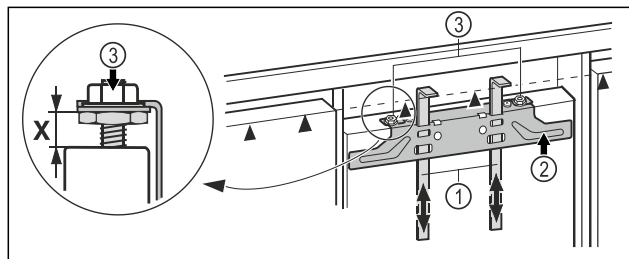

Fig. 44
- ▶ Монтажные приспособления Fig. 44 (1) сдвиньте вверх на высоту мебельного фасада. Нижняя упорная кромка ▲ монтажного приспособления = верхней кромке подлежащей установке мебельной двери.
- ▶ Открутите крепежную поперечину Fig. 44 (2) с помощью контргайки Fig. 44 (3).